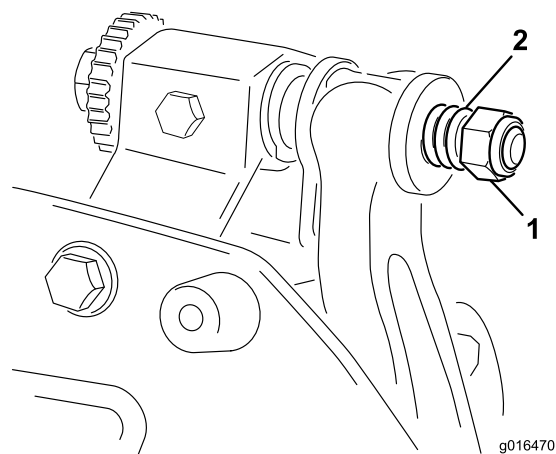

Figura 22
6. Strângei piulia pentru tensionarea arcului până când arcul este pliat, apoi deurubai-o jumătate de rotație (Figura 22).